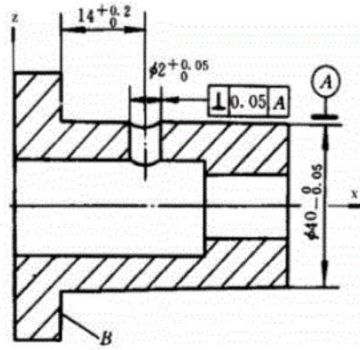

图1 零件图
10. (10分) 试分析图1中所示工件在加工 $\phi 2$ 孔所需限制的自由度? 试给出定位方式?